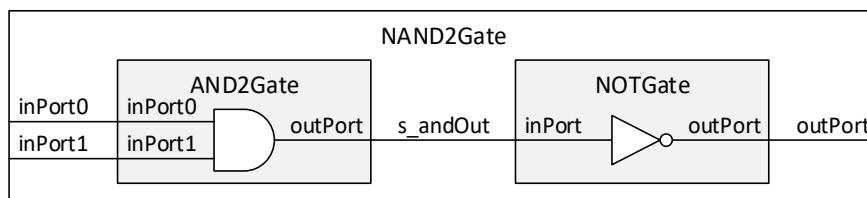

Figura 46 – Estrutura da porta lógica NAND de 2 entradas com indicação das ligações dos portos de entrada e de saída.
18. Crie um novo ficheiro VHDL, contendo o código correspondente a uma porta lógica NAND de 2 entradas, construída a partir das duas portas lógicas (AND e inversor) implementadas nos pontos anteriores, instanciadas e interligadas de acordo com a estrutura ilustrada na Figura 46 e o código da Figura 47.